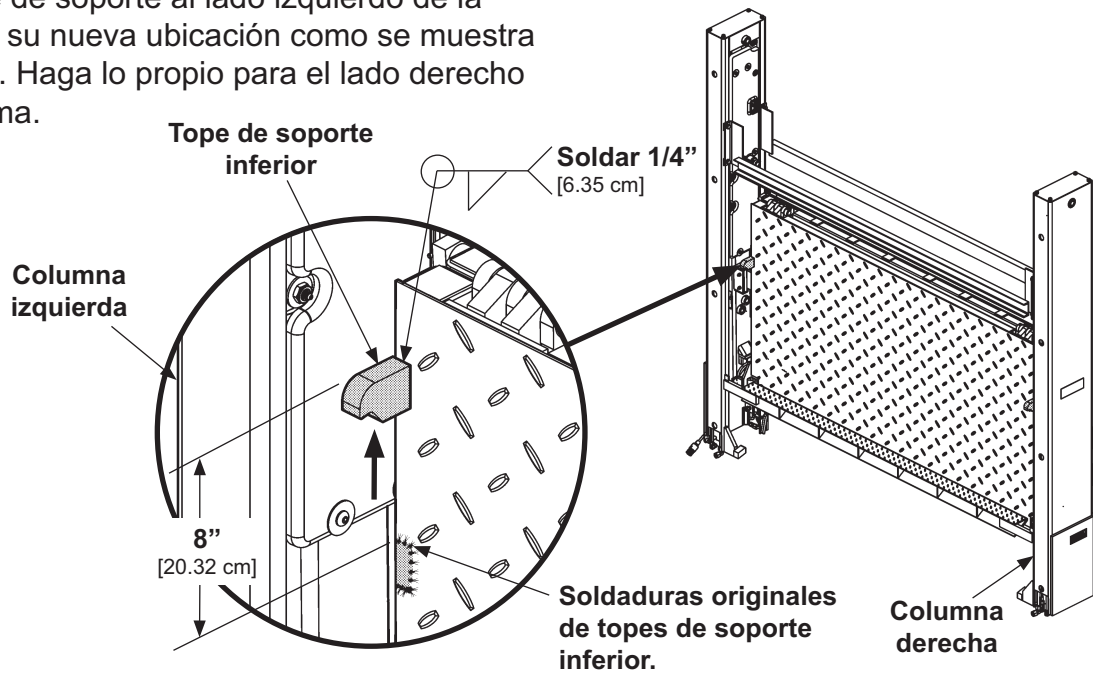

FIG. 5-2
4. Retire el tope de soporte inferior del lado izquierdo de la plataforma como se muestra en la **FIG 5-2**. Eleve el tope de soporte a la misma distancia que la placa de extensión fue descendida. Luego, suelde el tope de soporte al lado izquierdo de la plataforma en su nueva ubicación como se muestra en la **FIG 5-2**. Haga lo propio para el lado derecho de la plataforma.